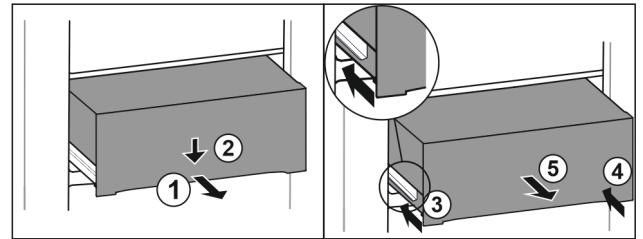

Fig. 131
- ▶ Extrageți pe jumătate sertarul. Fig. 131 (1)
- ▶ Apăsăți în jos sertarul pe partea frontală. Fig. 131 (2)
- ▶ Inșerați șina stângă aproximativ 2 cm. Fig. 131 (3)
- ▶ Inșerați șina dreaptă aproximativ 2 cm. Fig. 131 (4)
- ▶ Extrageți sertarul spre înainte. Fig. 131 (5)